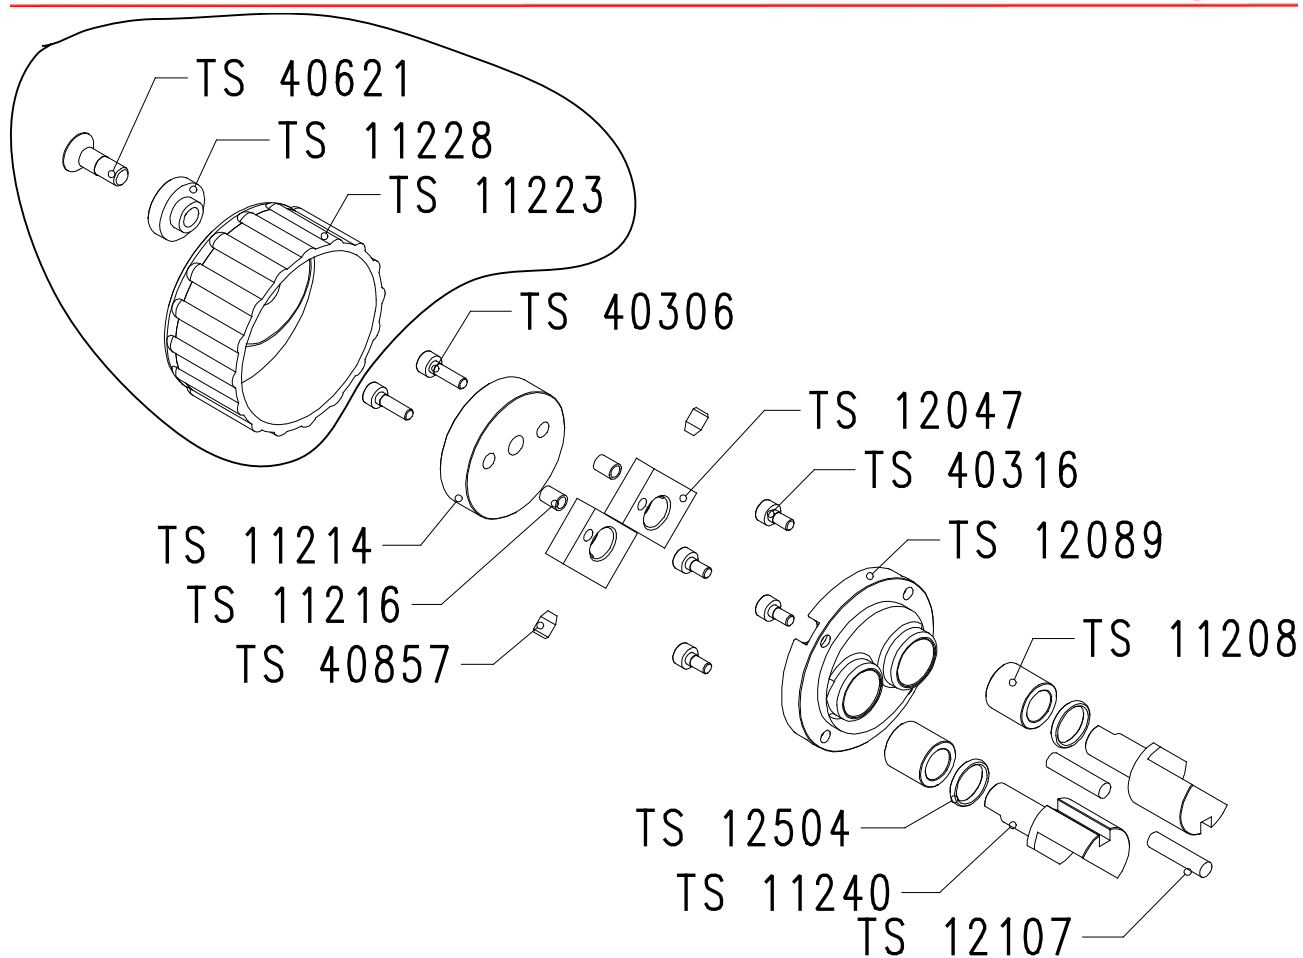

Figura 13-8: conjunto limpa fitas TS 10205, detalhes
- Figura 13-8: conjunto limpa fitas TS 10205, detalhes